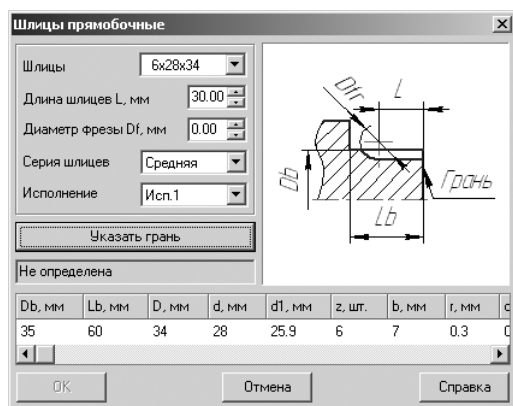

Рис. 3.98. Диалоговое окно **Шлицы прямобочные**
- щелкните по цилиндрической поверхности первой ступени вала. Появится диалоговое окно **Шлицы прямобочные** (рис. 3.98);